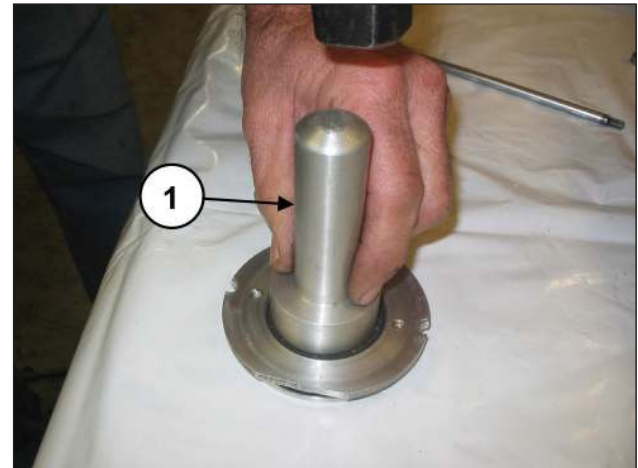

Abb. 139
Montieren Sie den Ölabbstreifring mithilfe eines Dorns Art. 27910900 in seinen Deckel (Pos. ①, Abb. 139).